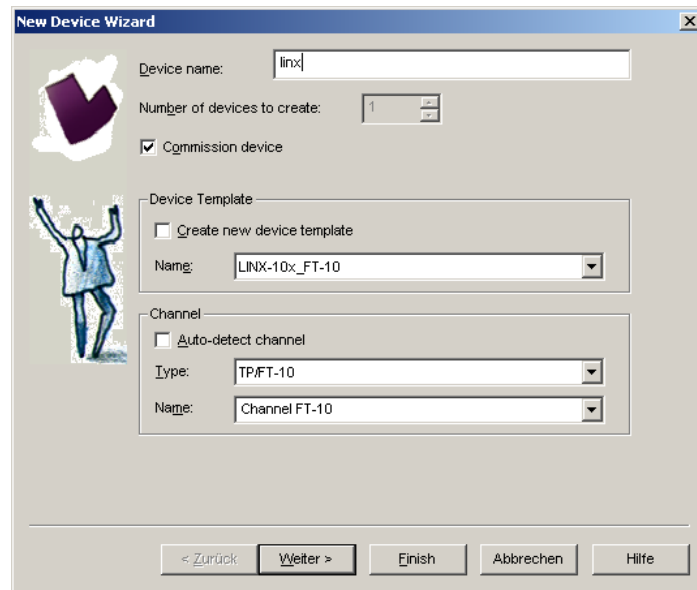

Abbildung 88: Erstellen Sie ein neues Gerät in der Zeichnung.
1. In der LonMaker-Zeichnung ziehen Sie eine Geräteschablone in die Zeichnung. Geben Sie einen passenden Namen ein, wie in Abbildung 88 gezeigt wird.